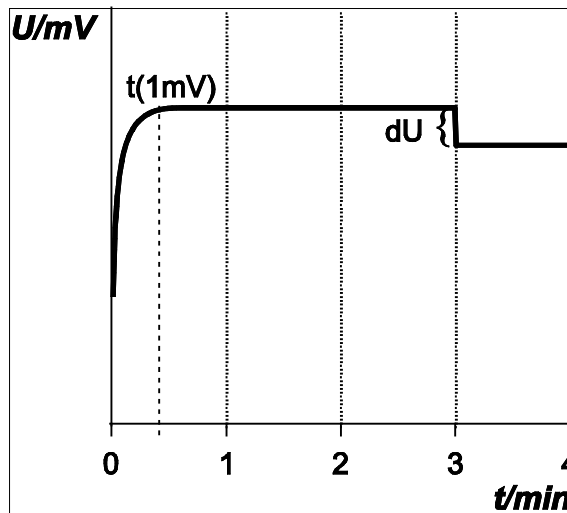

Abb. 14: Skizzierter Potentialverlauf eines Elektrodentests
- Auftretendes Strömungspotential dU führt bei korrektem **Ausfluss des Innenelektrolyten** nur zu einem minimalen Potentialabfall beim Abschalten des Rührers (siehe Abb. 14). Ist dieser Abfall zu gross, deutet dies auf einen zu geringen Ausfluss hin - das Diaphragma ist verstopft. Wird aber ein Anstieg beobachtet, ist der Ausfluss zu hoch und sollte korrigiert werden.